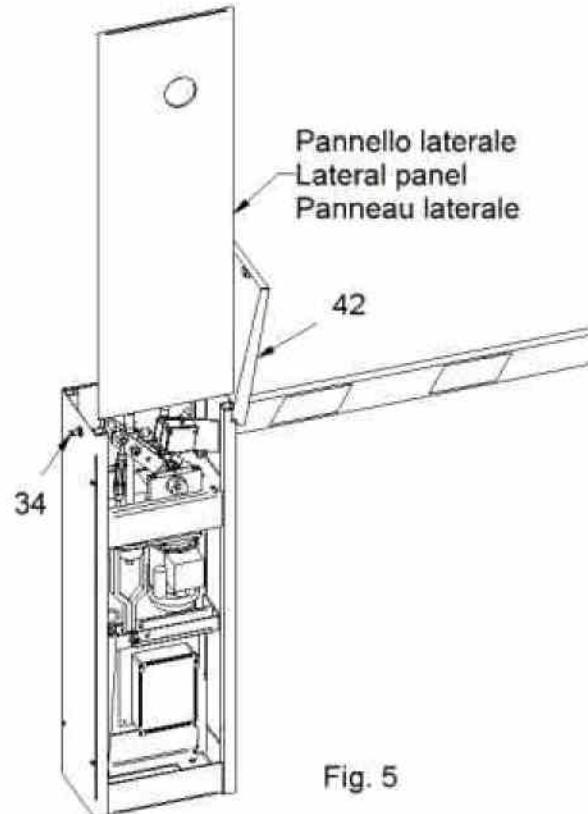

Fig. 5
2) ① Appoggiare l'armadio sulla piazzola e fissarlo con 4 tasselli metallici o chimici utilizzando i 4 fori presenti sul fondo dell'armadio barra (se si dispone della base a murare bloccare l'armadio sulla base con i dadi in dotazione). Attenzione per accedere al fondo dell'armadio barra bisogna aprire il coperchio nero (pos.42) sbloccando la serratura (pos.34) e sfilare verso l'alto il pannello laterale in alluminio sul lato opposto a quello d'uscita dell'albero portante l'asta (fig. 5).
(GB) Support the closet on the platform and stare it with 4 metallic or chemical wedges using the 4 present holes on the bottom of the closet barrier (if there is the foundation plate fix the barrier on the base with the equipped dices). Warning: to access to the bottom of the barrier You have to open the black cover (pos.42) releasing the lock (pos.34) and unthread upward the side panel in aluminum on the opposite side to the exit one of the carrying tree the auction (fig. 5).
(F) Appuyer l'armoire sur la place et le fixer avec 4 tasseaux métalliques ou chimiques en utilisant les 4 trous présents sur le fond de l'armoire barrière (si on dispose de la plaque de scellement bloquer l'armoire sur la base avec les dés en dotation). Attention pour accéder au fond de l'armoire barrière il faut ouvrir le couvercle noir (pos.42) en débloquant la serrure (pos.34) et ôter vers le haut le panneau latéral en aluminium sur le côté opposé à celui de sortie de l'arbre portant la lisso (fig. 5).